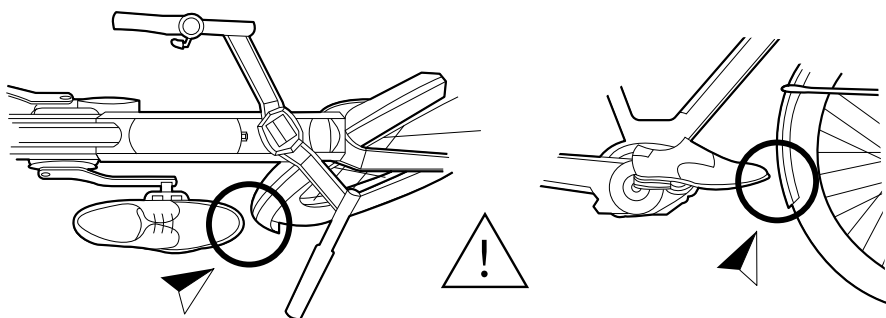

Figura 2. Rischio di contatto tra piede e ruota anteriore
- Su alcune biciclette, soprattutto le misure più piccole, il passo è più breve e la ruota anteriore è vicina ai pedali. Di conseguenza sussiste il rischio di toccare con il piede la ruota o il parafrangente quando si pedala, soprattutto a basse velocità (Figura 2). Non pedalare quando si ruota il manubrio a bassa velocità. Il livello di rischio dipende dalle dimensioni del piede, dalla misura delle pedivelle, dei pedali e persino dallo pneumatico. Qualsiasi modifica dei componenti può modificare tale distanza e provocare contatti e cadute. Pertanto si consiglia di farsi consigliare dal proprio rivenditore nel caso si desideri sostituire delle parti.